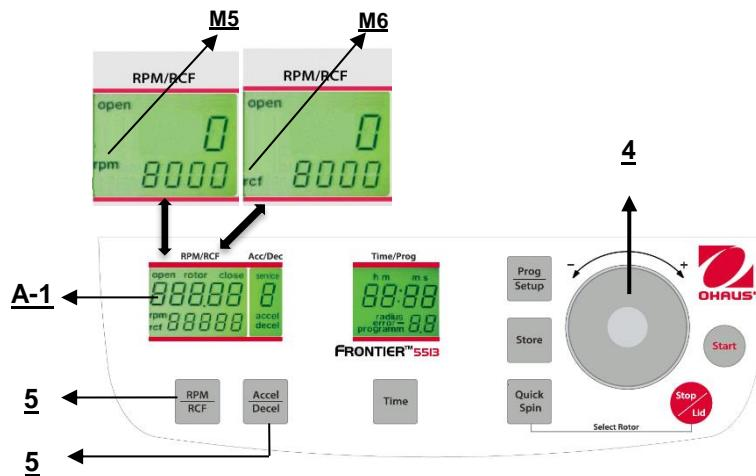

Abbildung. 16
Diese Vorauswahl wird durch die Taste "RPM/RCF" (5) aktiviert (siehe Abbildung 16 unten). Wenn Sie die Taste einmal drücken, blinkt das Wort "rpm" (M5). Wenn Sie die Taste zweimal drücken, kann die Vorauswahl der Zentrifugalkräfte ausgewählt werden. Dann erscheint das blinkende Wort "rcf" (M6). Sie können die gewünschten Werte mit dem Anpassungs Wähl scheibe (4) einstellen. In der Anzeige (A-1) wird stets der regulierte Wert angezeigt, bevor, während und nach dem Betrieb.